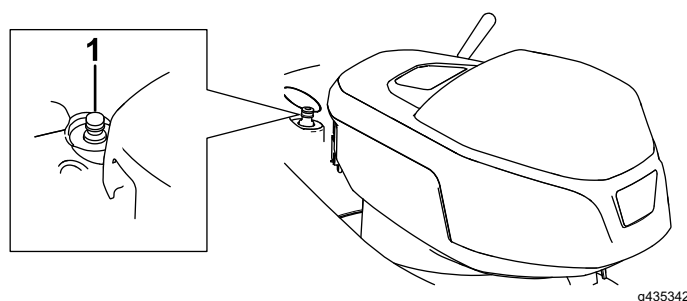

Figura 24
4. Ligue uma mangueira de jardim, ligada a uma torneira, à porta de lavagem rápida (Figura 24).